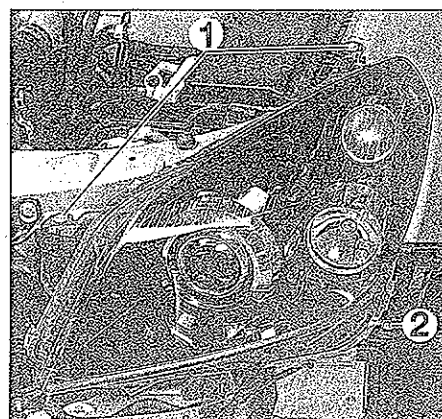

FIG. 10
- los dos tornillos de fijación superior (1) del proyector (fig. 10).
- el tornillo de fijación inferior (2).